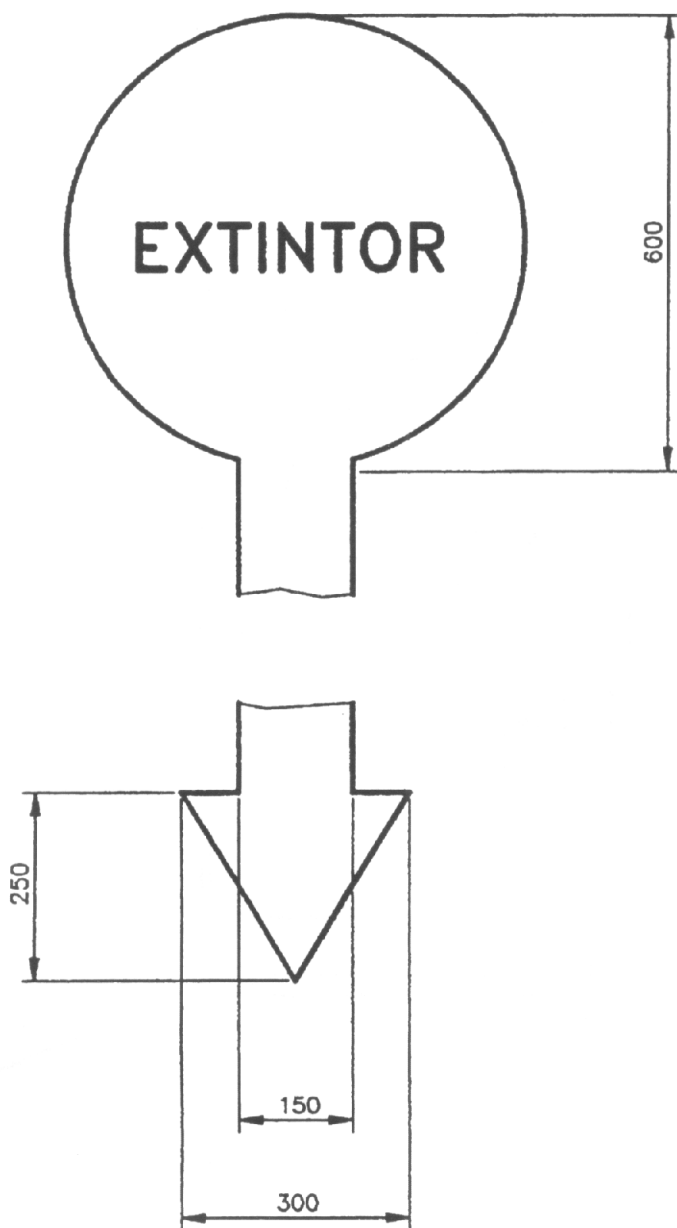

Figura 2
5.3 Cuando los discos se coloquen al exterior, o en dependencias de gran extensión (garages, almacenes, naves), sus medidas deben ser las indicadas en la figura 2.
A.1 Se debe pintar en la pared, un círculo rojo con una flecha en el sentido de la ubicación del extintor (figura 2). Sobre el disco debe estar pintada en blanco la palabra EXTINTOR.